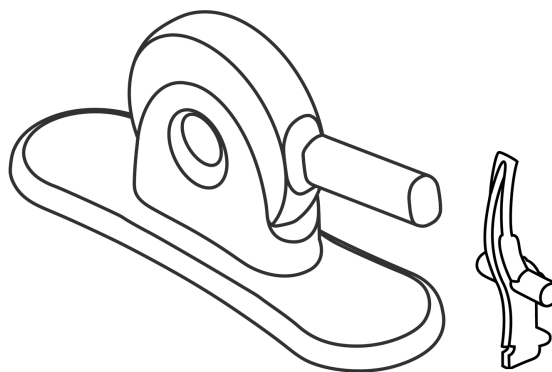

Figura 5: Dispositivo di crimpaggio Edwards e fermo del dispositivo di crimpaggio a 2 parti
• Dispositivo di crimpaggio Edwards e fermo del dispositivo di crimpaggio (Figura 5)